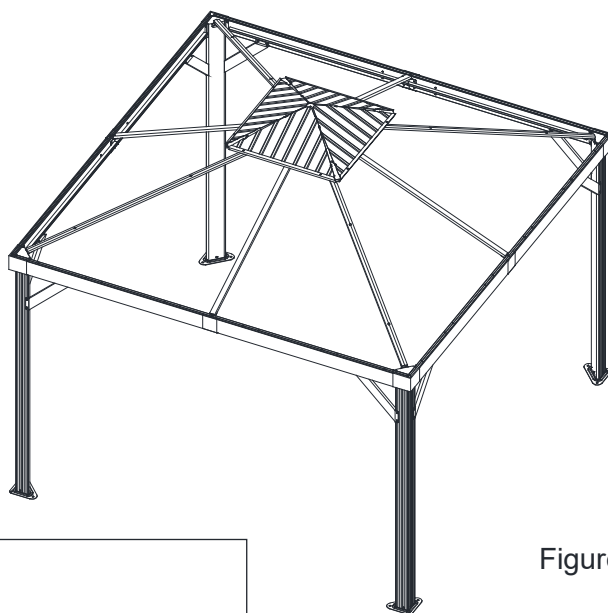

Figure 11-3
11.3. Fixez la garniture latérale de l'évent de toit (R2) aux côtés du cadre de l'évent de toit (P1/Q2) à l'aide des boulons et rondelles (AA/AA-1) . Serrez tous les boulons. Voir la figure 11.3.